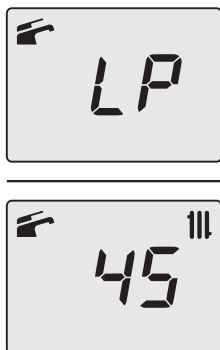

Рисунок 9.22
- Прокрутите различные параметры при использовании кнопок 13 (назад) или 15 (вперед) до появления на ЖК-дисплее надписи **LP**, чередующейся со значением температуры воды контура отопления (например, **45**), обозначая вход в активацию «функции трубочист» при минимальной мощности горячего водоснабжения (Рисунок 9.22).